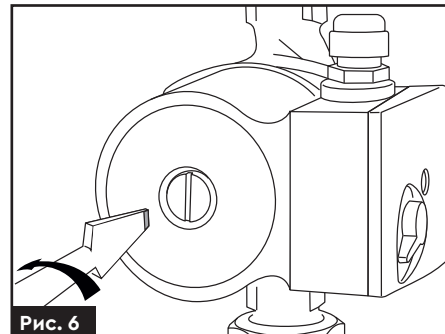

Рис. 6
1. Викрутіть пробку випуску повітря для видалення повітря з насоса (рис. 6).